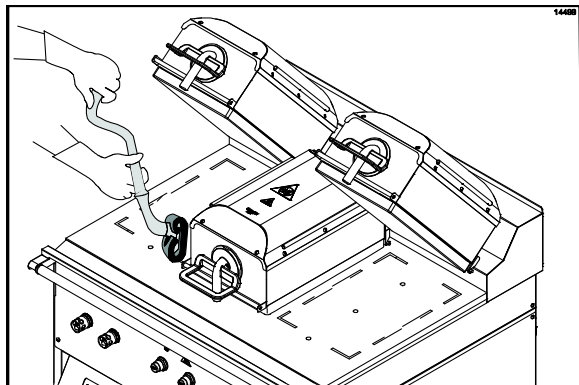

Figure 100
28. Frotter les deux côtés de la plaque du centre (Cf. Figure 100).